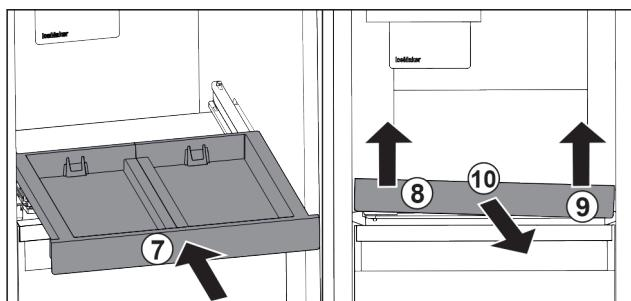

Fig. 20
- Вставити витяжну панель. Fig. 20 (7)
- Підняти витяжну панель спереду ліворуч. Fig. 20 (8)
- Підняти витяжну панель спереду праворуч. Fig. 20 (9)
- Витяжну панель витягнути вперед. Fig. 20 (10)